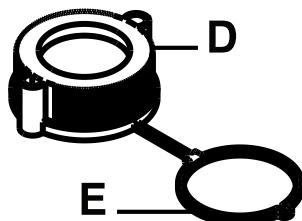

Figura 6-8: Tappo e anello di connessione
3. Spingere l'anello di connessione (E) (Figura 6-8 a pagina 6-23) sopra il corpo della valvola (C) (Figura 6-7 a pagina 6-22). Girare l'anello di connessione (E) in senso orario fino a farlo uscire dalla filettatura del corpo della valvola (C).
4. Assicurarsi che il tappo (D) (Figura 6-8 a pagina 6-23) si avvitì al corpo della valvola (C) (Figura 6-7 a pagina 6-22).
5. Spingere la scatola di contenimento dell'aria (B) per farla rientrare nella superficie di supporto.